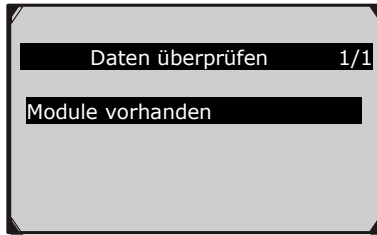

Abbildung 4.2
- Wenn keine Daten von bereits getesteten Fahrzeugen aufgezeichnet ist, nur Module anwesend Daten die Modul-ID und Protokoll-Typ beinhalten können überprüft werden. (Abbildung 4.2)